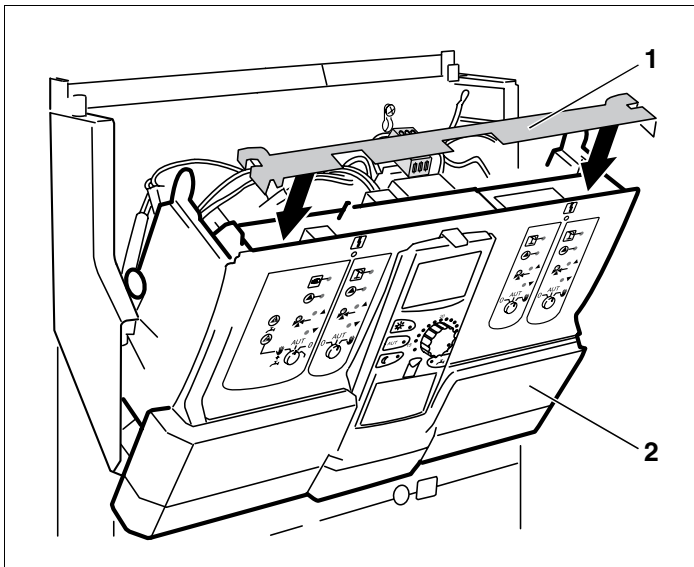

Fig. 9 Montering av tverrlist
- Sett tverrlisten (fig. 9, **pos. 1**) inn i utsparingene og trykk den på plass.
- Lukk kontrollpanelets frontdel (fig. 9, **pos. 2**) igjen og trykk den på plass.